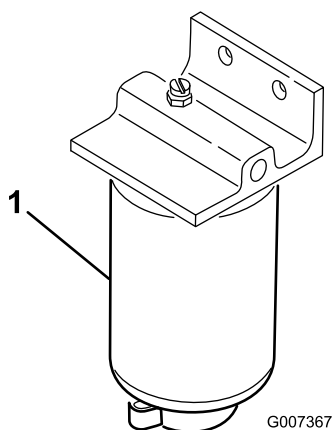

Figura 38
1. Coloque um recipiente limpo debaixo do filtro de combustível (**Figura 38**).
2. Limpe a zona de montagem do filtro (**Figura 38**).